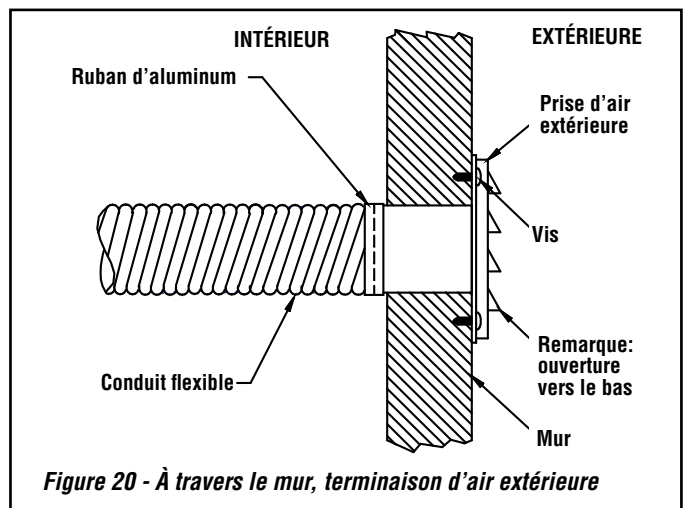

Figure 20 - À travers le mur, terminaison d'air extérieure
- Faites une ouverture de 4-1/4 po. (110 mm) dans le mur extérieur de la maison à l'emplacement choisi. De l'extérieur, placez le registre d'air dans l'ouverture (les persiennes ouvertes vers le bas) et fixez le registre au mur avec les vis tel que montré (*voir figure 20*).